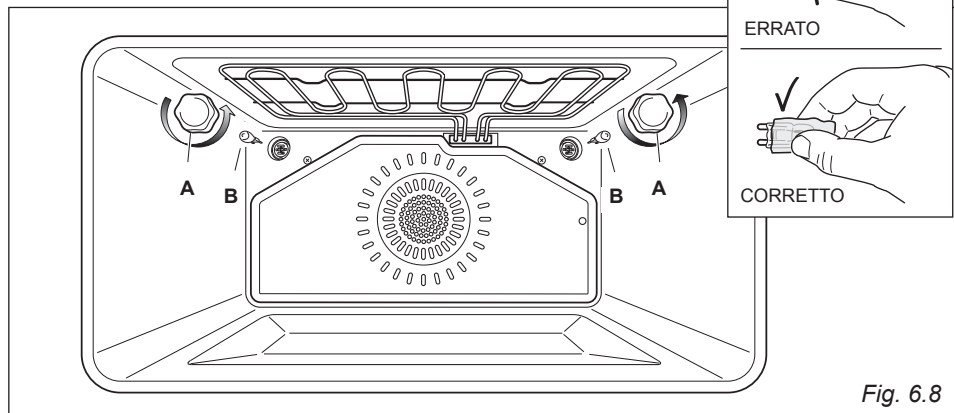

Fig. 6.8
- Svitare la calotta protettiva "A" (fig. 6.8).